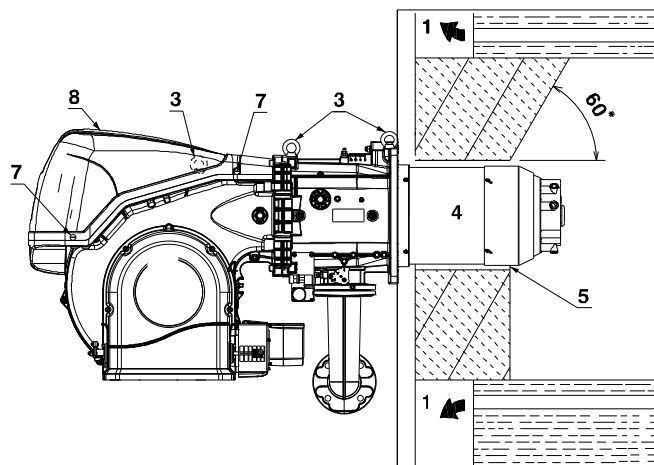

Рис. 14
В котлах с передним оборотом дымовых газов 1) Рис. 14 или в двухходовых котлах защитите огнеупорным материалом 5) зону между огнеупорной частью котла 2) и жаровой трубой 4).
Предусмотрите соответствующую систему подъема посредством сцепления с кольцами 3)(Рис. 14) после снятия крепежных винтов 7) кожуха 8).
- Вставьте термозащиту из комплекта на жаровую трубу 4)(Рис. 14).